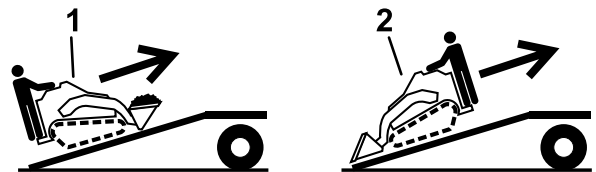

Figura 20
5. Caricate la macchina sul rimorchio con l'estremità più pesante sulla rampa, trasportando i carichi verso il basso (Figura 20).
- Abbassate la rampa (Figura 20)